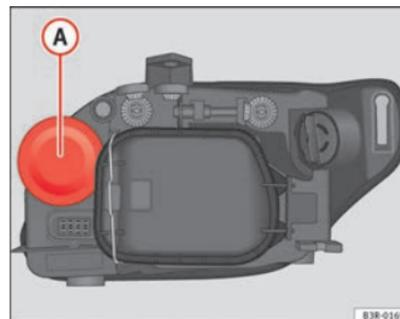

Fig. 202 Lâmpada das luzes indicadoras de mudança de direcção
- Extraia a tampa de borracha ⇒ Fig. 202 puxando por ela.